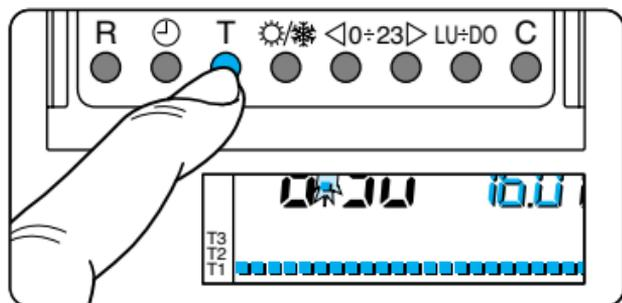

Fig. 59
12.2 - Premere il pulsante T (fig. 59).